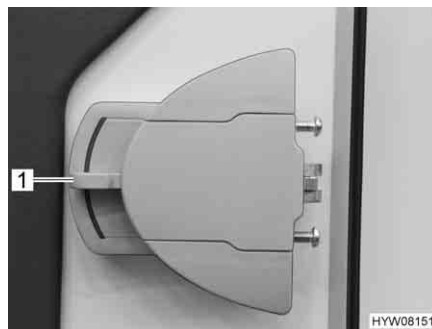

Fig. 18 Serratura della porta, lato interno
- Premere la maniglia della porta (Fig. 18,1) verso il basso.
- Ruotare la maniglia della porta (Fig. 18,1) per circa 45° verso l'alto e lasciarla in questa posizione.